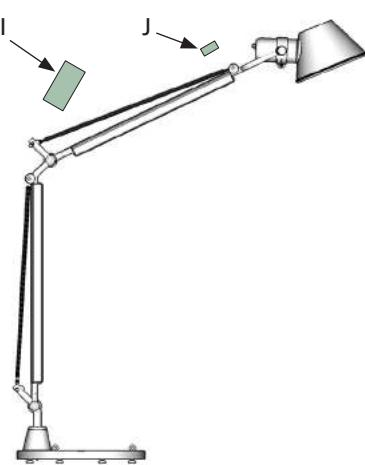

Fig. 6
Conservare le protezioni I e J (fig. 6), necessarie in caso la lampada venga smontata.
Conserver les protections I et J (fig. 6), qui sont nécessaires quand on démonte la lampe.
Keep the covers (I) and (J) (fig. 6), which may be required if the lamp is disassembled.
Die Abdeckungen I und J (Abb. 6) für den Fall aufzubewahren, dass die Lampe demontiert wird. Wenn das Gerät für eine längere Zeit nicht verwendet wird, sollte es wie in Abb. 17 positioniert werden (Ruhestellung). Um die Leuchte wieder zusammenzuklappen, den Ring L lösen und den Bolzen H aus der Aufnahme ziehen.
Rimuovere la protezioni I e J (fig. 6).
Retirer les protections I et J (fig. 6).
Remove the covers (I) and (J) (fig. 6).
Die Abdeckungen I und J entfernen (Abb. 6).